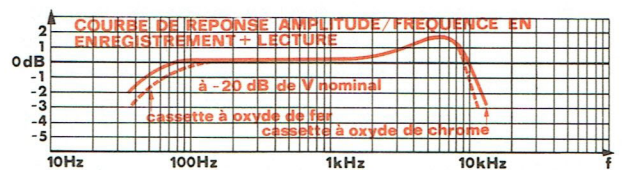

Fig. 27
- Relever les tensions aux fréquences de mesures. La figure 27 représente l'allure de la courbe de réponse. Procéder de façon identique avec une cassette à oxyde de chrome.